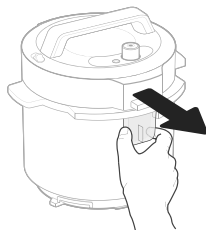

Figura 10.5
1. Rimuovere il collettore di condensa afferrando ciascun lato con il pollice e l'indice e allontanandolo dalla pentola a pressione. [Figura 10.5]